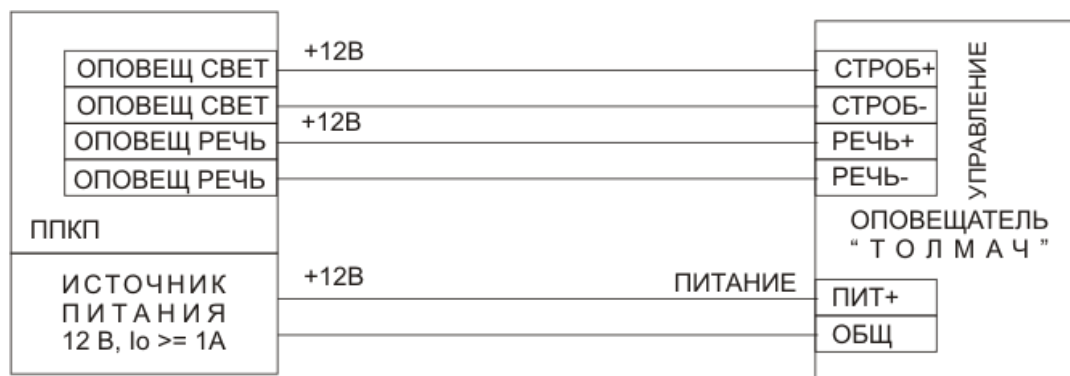
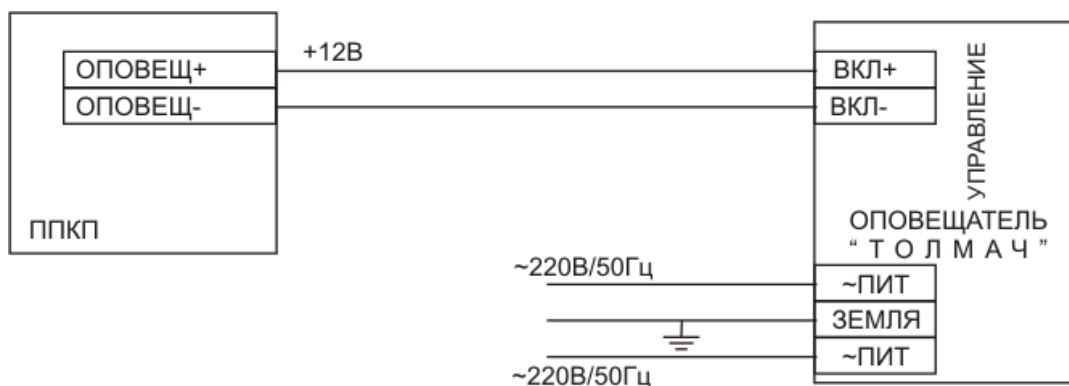

Рис. 1. Типовая схема подключения оповещателя "Толмач"
Рис. 2. Схема подключения оповещателя "Толмач"-П220
9.11 Если оповещатель используется с запуском от ПКП, то подключите кабеля управления для «Толмач» П и «Толмач»Ех по рис.1 к клеммам «ЗВУК+», «ЗВУК-» и «СТРОБ+», «СТРОБ-», для «Толмач»П220 по рис.2 к клеммам «ВКЛ+», «ВКЛ-» с соблюдением полярности. Для «Толмач» Ех и «Толмач» П переключите выключатель управления соответствующего канала «ВКЛ РЕЧЬ», «ВКЛ СТРОБ», расположенные на плате, в положение OFF, для «Толмач» П220 «АВТОНОМ ЗАПУСК» в положение OFF.